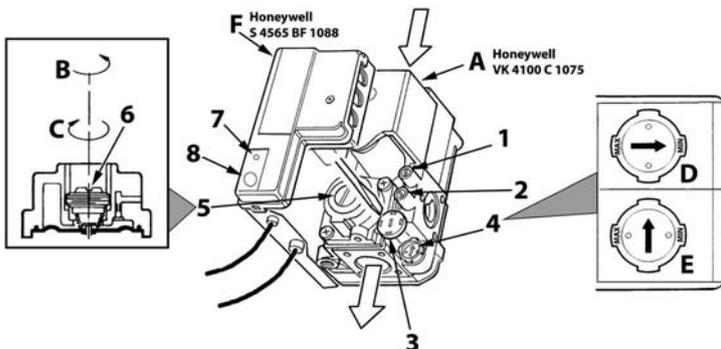

рис. 17 - Регулирование давления
На котле PEGASUS D можно регулировать тепловую производительность топки и, следовательно, тепловую мощность, передаваемую воде системы отопления; это делается исключительно путем регулировки основной горелки с помощью газового вентиля (см. рис. 17). На графиках, приведенных в параграфе сар. 5.2, показано изменение передаваемой воде тепловой мощности в зависимости от изменения рабочего давления горелки. Возможность приведения мощности котла в соответствие с реальными потребностями отопления означает, прежде всего, снижение потерь и экономии топлива. Кроме того, при регулировке мощности, регламентированной также стандартом, котлы сохраняют значения КПД и характеристики сгорания почти без изменений.
1. С помощью небольшой отвертки снимите защитный колпак 5 вторичного привода газового вентиля рис. 17.
1. Подключите манометр к клемме давления 2 (рис. 17), расположенной после газового вентиля, затем переведите ручку термостата котла на максимум.
2. Регулируйте давление с помощью винта 6 (рис. 17) на желаемое значение, руководствуясь диаграммами, приведенными в параграфе сар. 5.2.
2. Снимите с газового вентиля маленький защитный колпак 3 (рис. 17). С помощью маленькой отвертки регулируйте "СТУПЕНЬ" розжига на основании выбранного для работы газа (G20-G25 положение Дрис. 17 или G30-G31 положение Е рис. 17); установите защитный колпак на место.
1. Спустите воздух из газопроводных труб через штуцер отбора давления 1 газового вентиля (рис. 17).